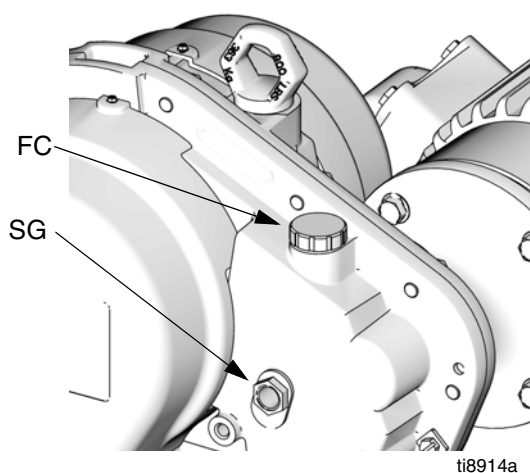

FIG. 8. Remplissage d'huile
Vérifiez quotidiennement le niveau d'huile par l'intermédiaire de la fenêtre (SG) sur le boîtier du démultiplicateur, moteur en marche. Le niveau d'huile (moteur en marche) doit se situer entre le haut et le bas de la fenêtre. Ouvrez le bouchon de remplissage (FC) et remplissez le réservoir d'huile du démultiplicateur avec 1,9 litres (2 quarts) d'huile 288414 Graco (douze bouteilles de 0,95 litre (1 quart) remplissez pas trop. Consultez la FIG. 8.